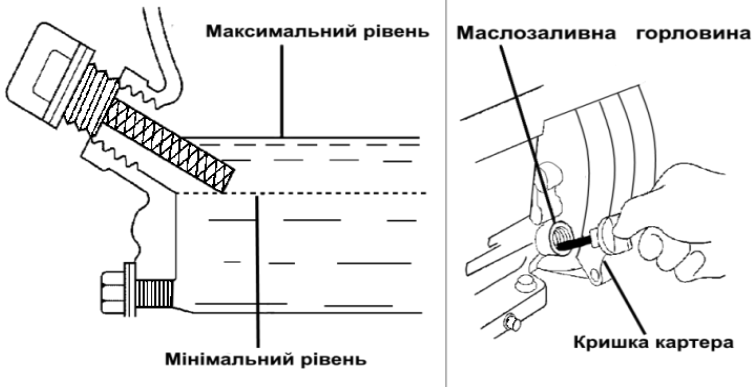

Рисунок 9
Перевірте наявність води для попереднього прокачування. Перед початком процесу необхідно повністю заповнити робочу камеру насоса водою (рисунок 9).
- 1) Вийміть кришку-щуп і начисто протріть його (рисунок 9);